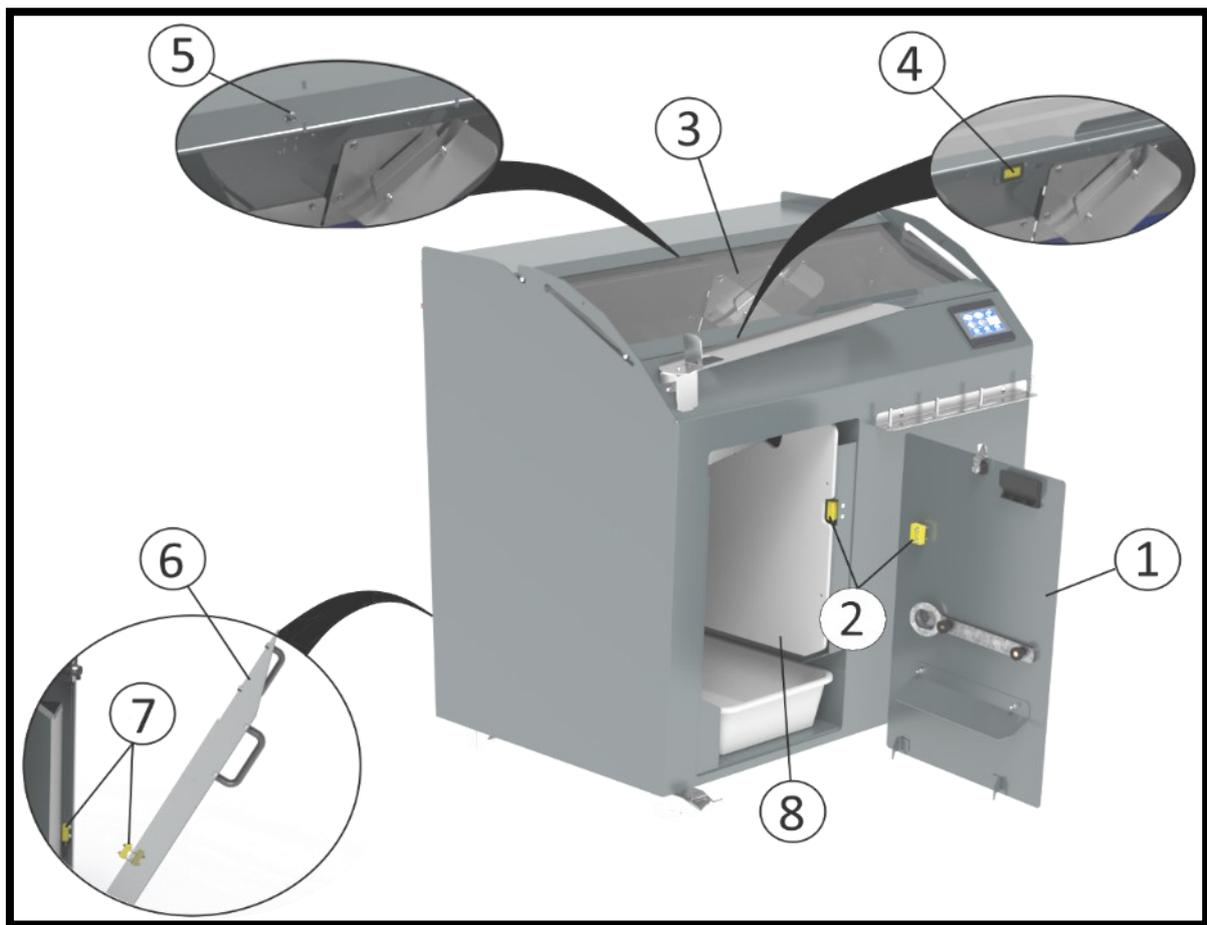

Рис. 12
Ссылаясь на **Рис. 12** *Errore. L'origine riferimento non è stata trovata.* в этом руководстве перечислены защитные устройства оборудования:
1. Откройте передний картер **из.1 (Рис. 12)** во время работы оборудования. Работа оборудования должна немедленно прекратиться. Время открытия оператором защитного устройства (до момента его доступа к опасным механизмам) не должно превышать времени остановки оборудования.
2. При откреплённом переднем картере **из. 1 (Рис. 12)** попробуйте осуществить запуск оборудования. Оборудование не работает.
3. Проверьте, чтобы микровыключатель **из.2 (Рис. 12)** был плотно прикреплён к картеру и что во время работы насадок оператору невозможно открепить его.
4. Снимите задний картер **из.6 (Рис. 12)** и попробуйте осуществить запуск оборудования. Оборудование не работает.
5. Откройте верхнюю сдвижную дверцу **из. 3 (Рис. 12)** и попробуйте осуществить запуск оборудования. Оборудование не работает.
6. Осуществите запуск цикла нарезки во время работы оборудования и попробуйте открыть верхнюю сдвижную дверцу **из. 3 (Рис. 12)**. Верхняя сдвижная дверца должна оставаться открытой.